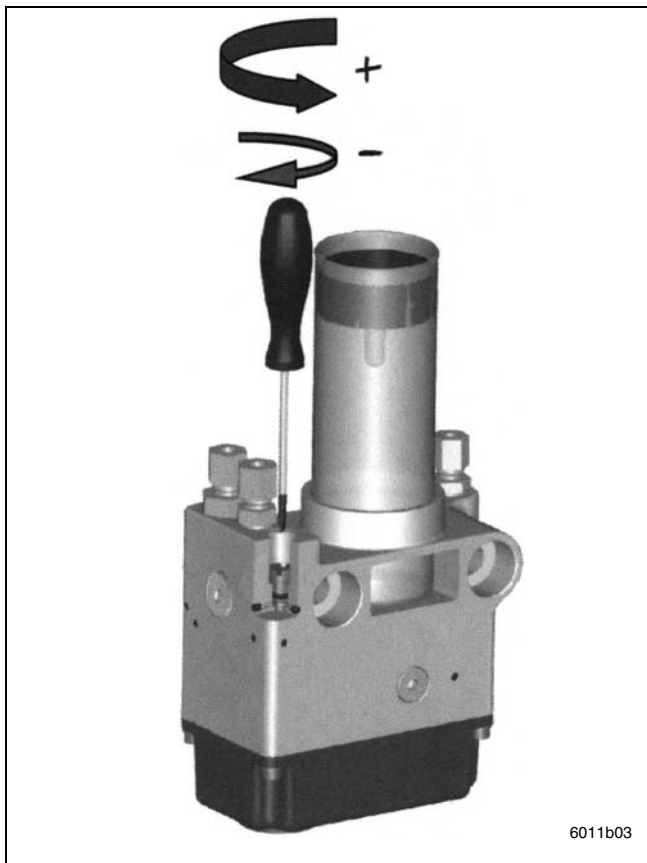

Fig. 3 Ajuste de la válvula de estrangulación
- continuamente transporta lubricante hacia el punto de lubricación durante la operación del sistema hidráulico. Cuando para el sistema hidráulico, también para la bomba. El caudal puede ser ajustado vía la válvula de estrangulación de ajuste (véanse fig. 3 y fig. 13).
- más lubricante (véase fig. 3 y diagrama de caudales, pág. 14)